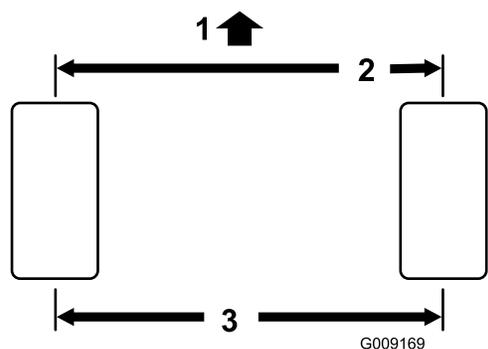

Figura 76
1. Misurate l'interasse (all'altezza dell'assale) sulla parte anteriore e posteriore degli pneumatici di sterzo. La misurazione anteriore deve risultare di 3 mm inferiore a quella posteriore (Figura 76).